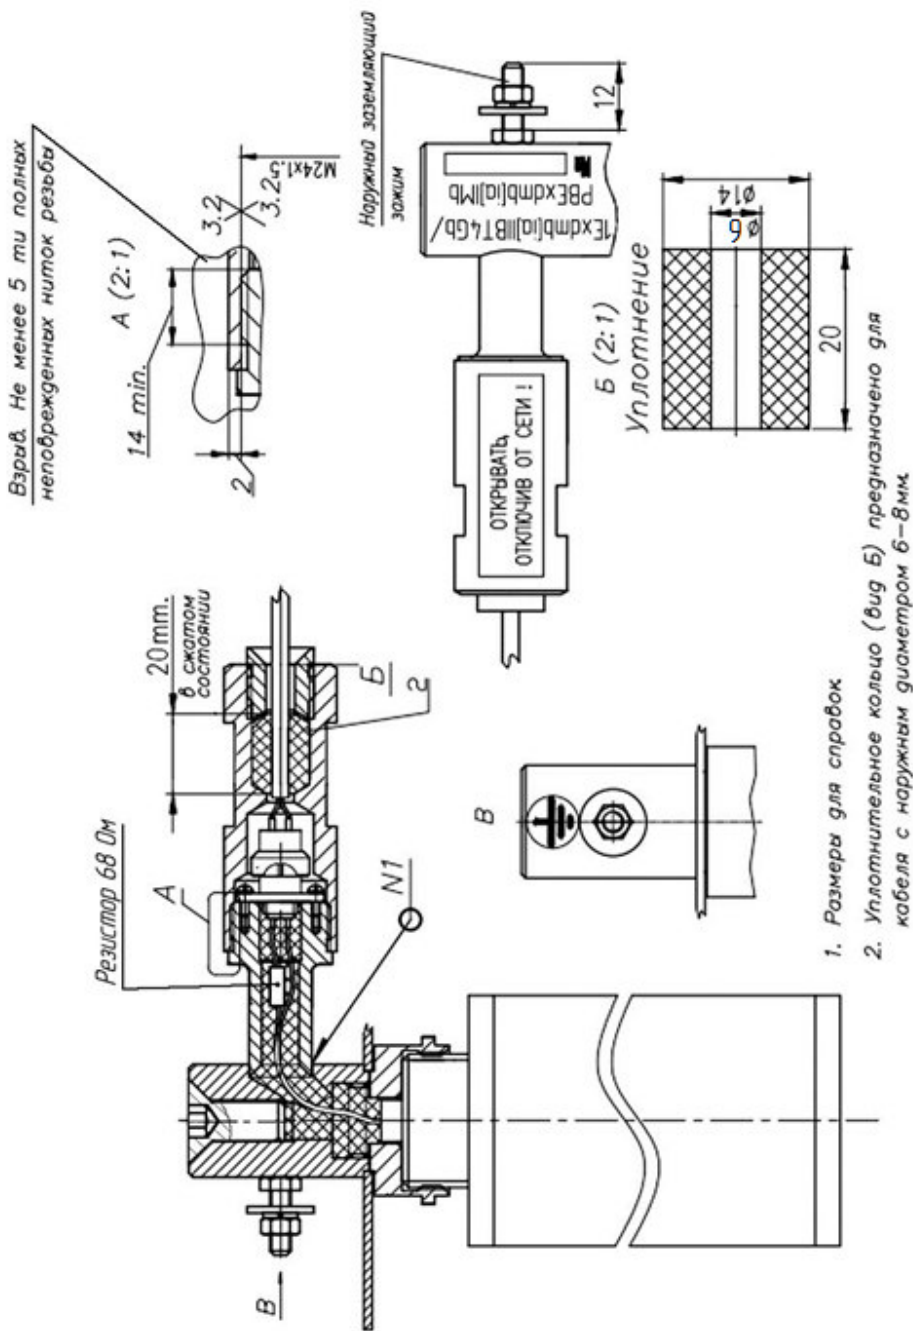

Рис. 2. Чертеж средств взрывозащиты МПП «Гарант-12КД» во взрывозащищенном исполнении.
4.2. Взрывозащищенность МПП (см. рис. 2) достигается за счет следующих технических и организационных мер: